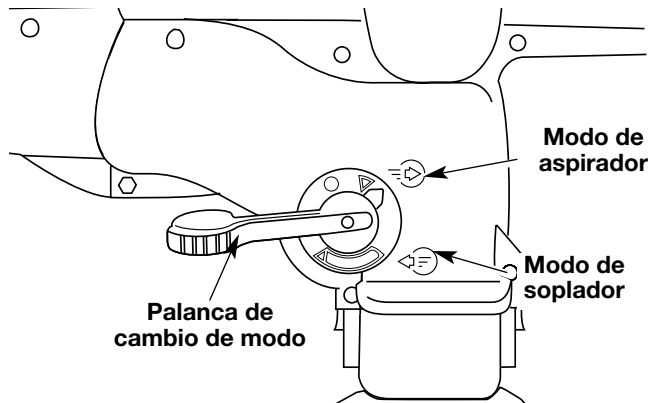

Fig. 17
2. Coloque la palanca de cambio de modo del soplador / aspirador en la posición hacia abajo (modo de aspirador) (Fig. 17).